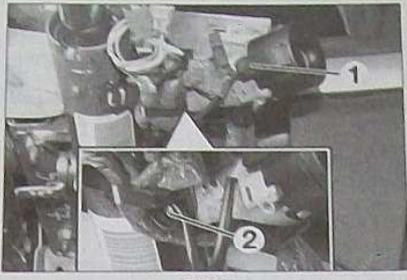

FIG. 7
- le transpondeur (1) après l'avoir débranché (Fig.7).
- Déposer la vis à tête cassante (2) en la chassant à l'aide d'un extracteur approprié.